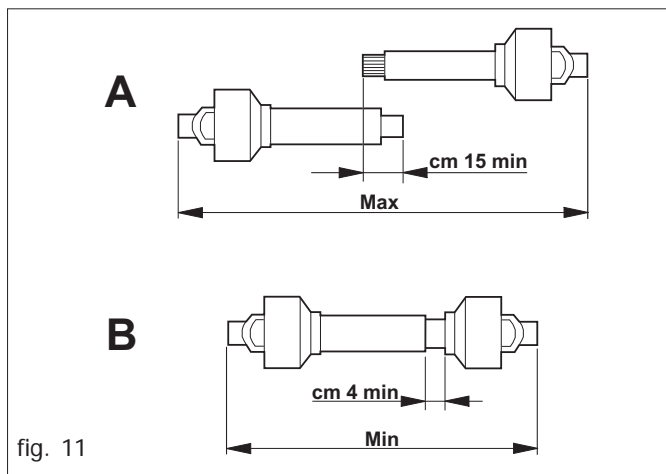

fig. 11
- Cuando el árbol cardán está totalmente desenhebrado, los dos tubos tienen que superponerse por lo menos 15 centímetros (A Fig. 11). Cuando el mismo está insertado al máximo, el yugo mínimo permitido tiene que ser de 4 centímetros (B Fig. 11).